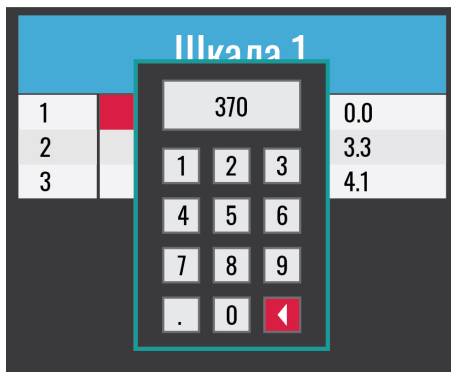

Рисунок 15
2.4.15 Кнопками «◀», «▲», «▼», «▶» установить красный курсор на требуемую позицию таблицы и нажать кнопку «ВВОД» (рисунок 15).